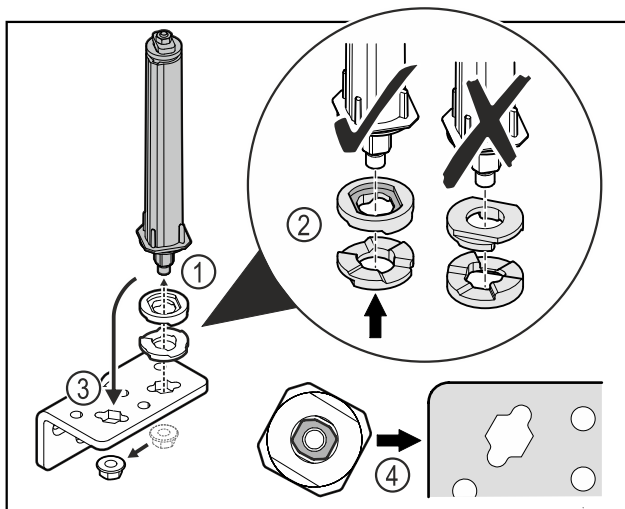

Fig. 52
- ▶ Odvijte maticice in odstranite sistem za zaklepanje vrat Fig. 52 (1).
- ▶ Pazite na pravilno razporeditev podložk za nastavljanje višine Fig. 52 (2).
- ▶ Sistem za zaklepanje vrat prestavite v kotniku tečaja in ga fiksirajte z maticico Fig. 52 (3).
- ▶ Pri vstavljanju pazite na pravilno naravnanoost sistema za zaklepanje vrat Fig. 52 (4).